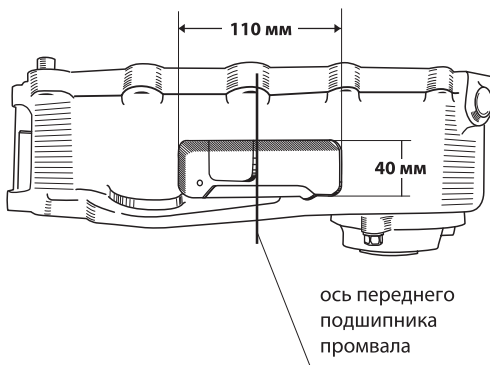

Рис. 5
2. Доработайте картер согласно **рис.5** (только для картеров старого образца).